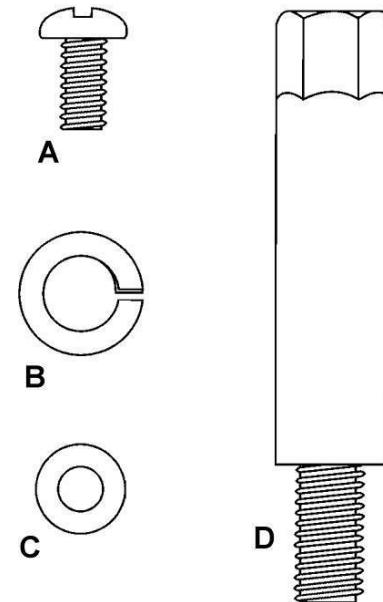

Рисунок 1
- (артикул PM54 A-HP, см. рисунок 1)
- 4 Винта с полукруглой головкой 1/4-20 x 1/2" (A)
- 3 Пружинных шайбы 3/8" x 5/8" (B)
- 4 Плоские шайбы 1/4-20 x 1/2" (C)
- 3 Стопорных винта (D)